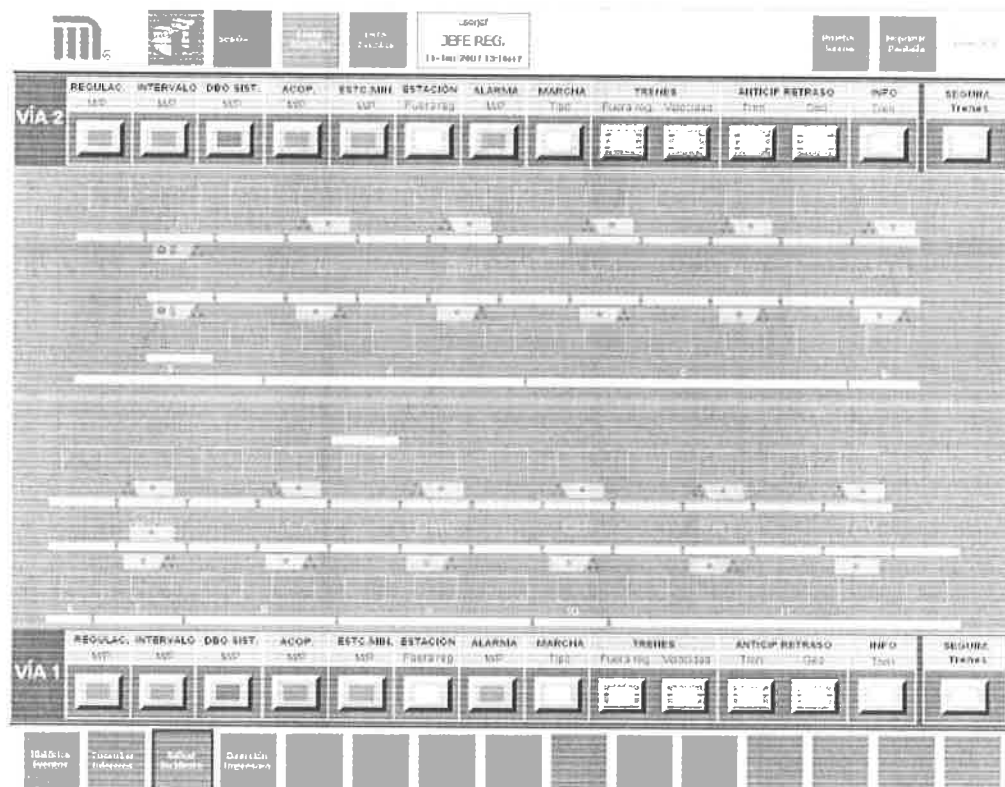

Fig. 44 : Sesión Jefe de Reguladores
1. El Jefe de Reguladores debe hacer "clic" en el icono "Salvar incidente" situado en la barra de íconos. Fig 44.	Los archivos actuales de repetición se guardan en el servidor de gestión.